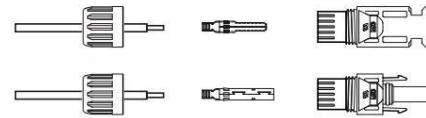

Figura 5.12 Desmontaje de la tuerca ciega del conector
1. Pele el cable de CC unos 7 mm, desmonte la tuerca ciega del conector. (ver Figura 5.12)